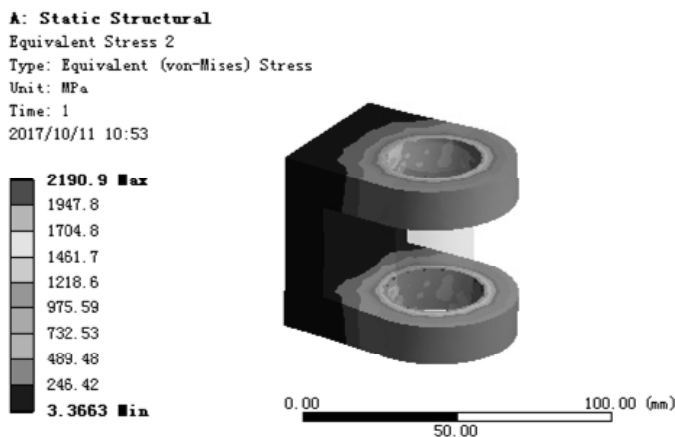

图 7.6.49 应力结果图解（几何体 1）
(4) 查看几何体 1 应力图解。在“Outline”窗口中选中  Equivalent Stress 2，查看图 7.6.49 所示的几何体 1 的应力结果，其最小应力为 3.3663 MPa，其最大应力为 2190.9 MPa。